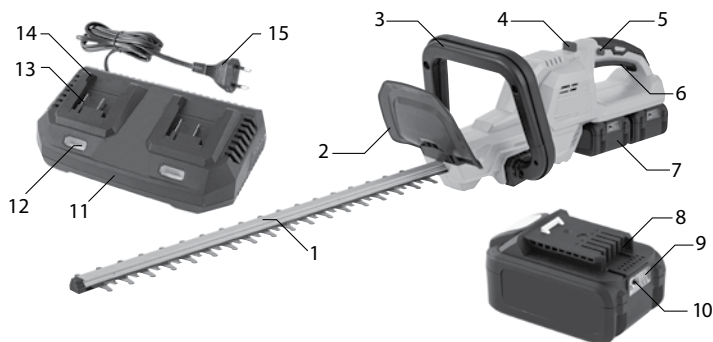

Рис. 1
Перед установкой аккумулятора проверьте его заряд. А также перед снятием или установкой батареи и перед транспортировкой/хранением кустореза проверьте, не зажата ли кнопка включения/выключения 5 (рис. 1) во избежание случайного включения машины.
3. Отрегулируйте угол атаки кустореза при помощи фиксатора 4 (рис. 1).
4. Зажмите одной рукой клавишу включения 6 и нажмите кнопку 5, а другой блокировку выключателя 3. После окончания работы отпустите клавишу дополнительного выключателя и отожмите кнопку 5 для прекращения работы кустореза (рис. 1).